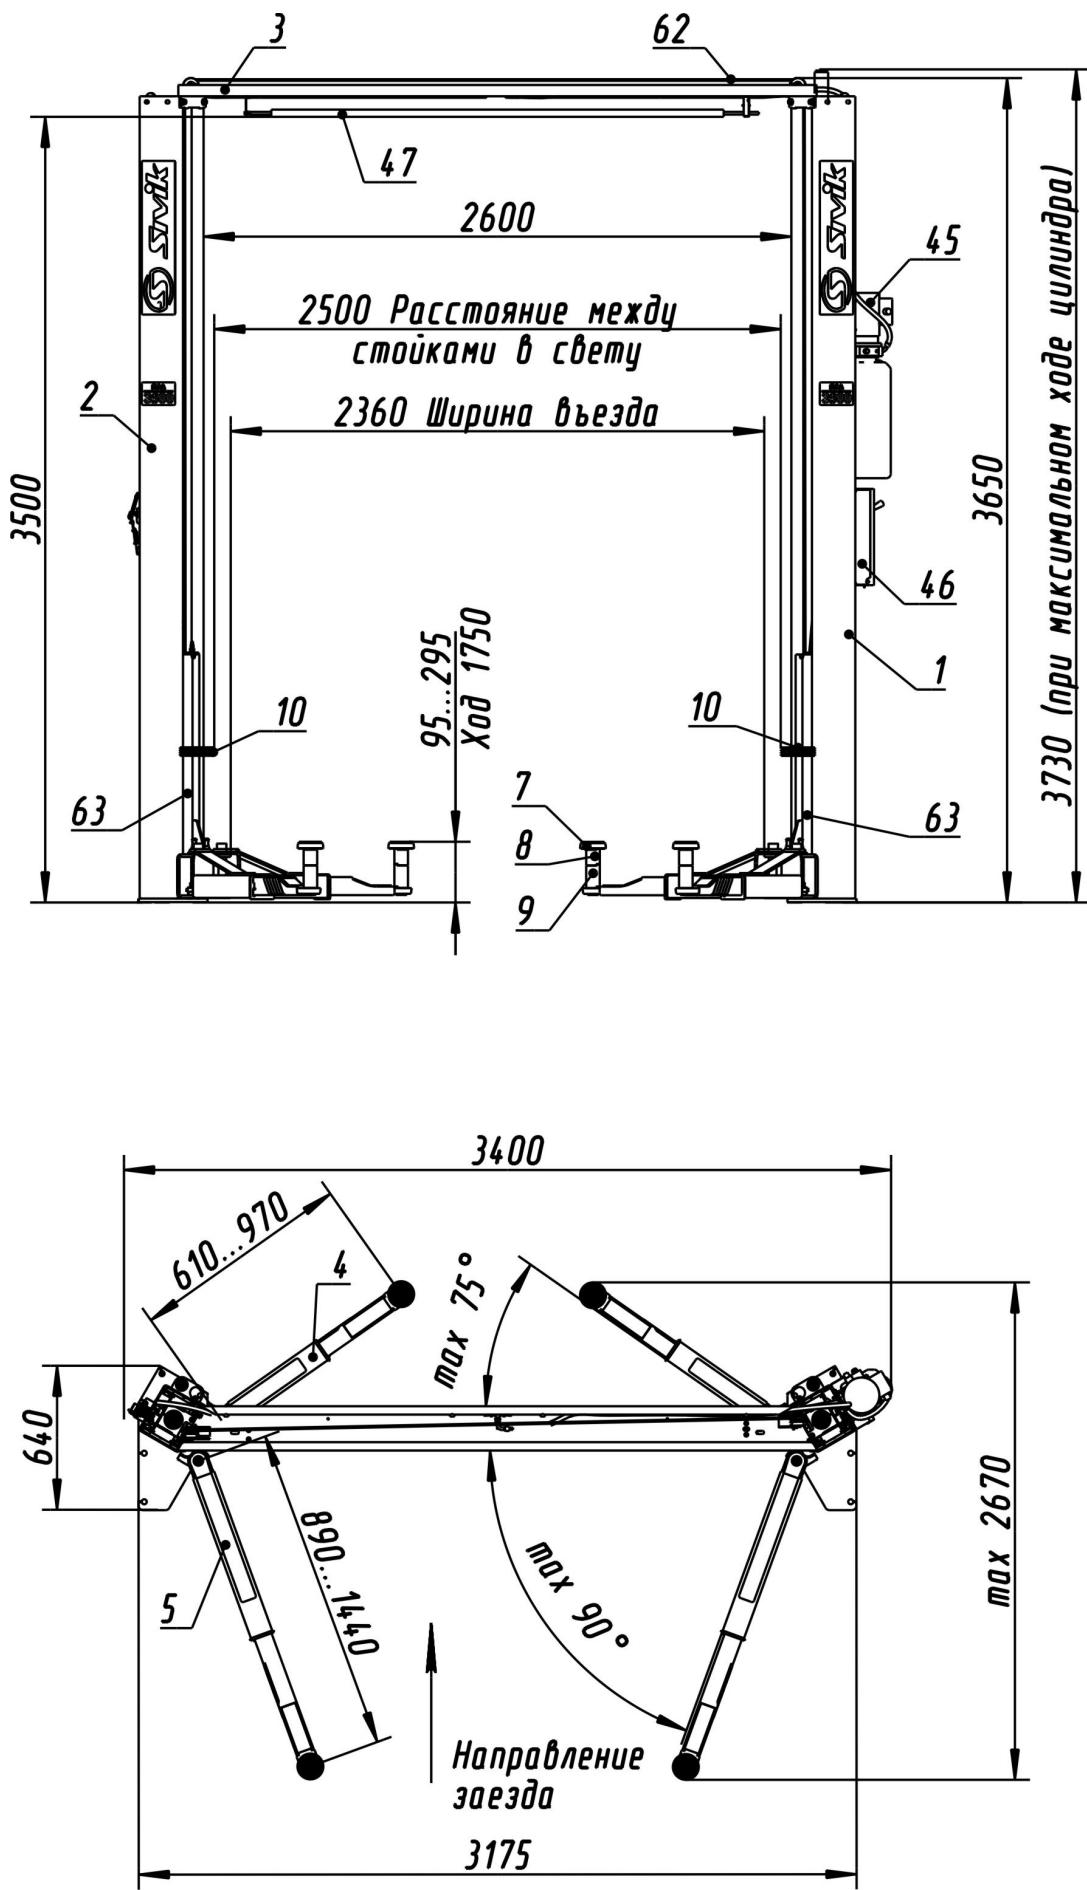
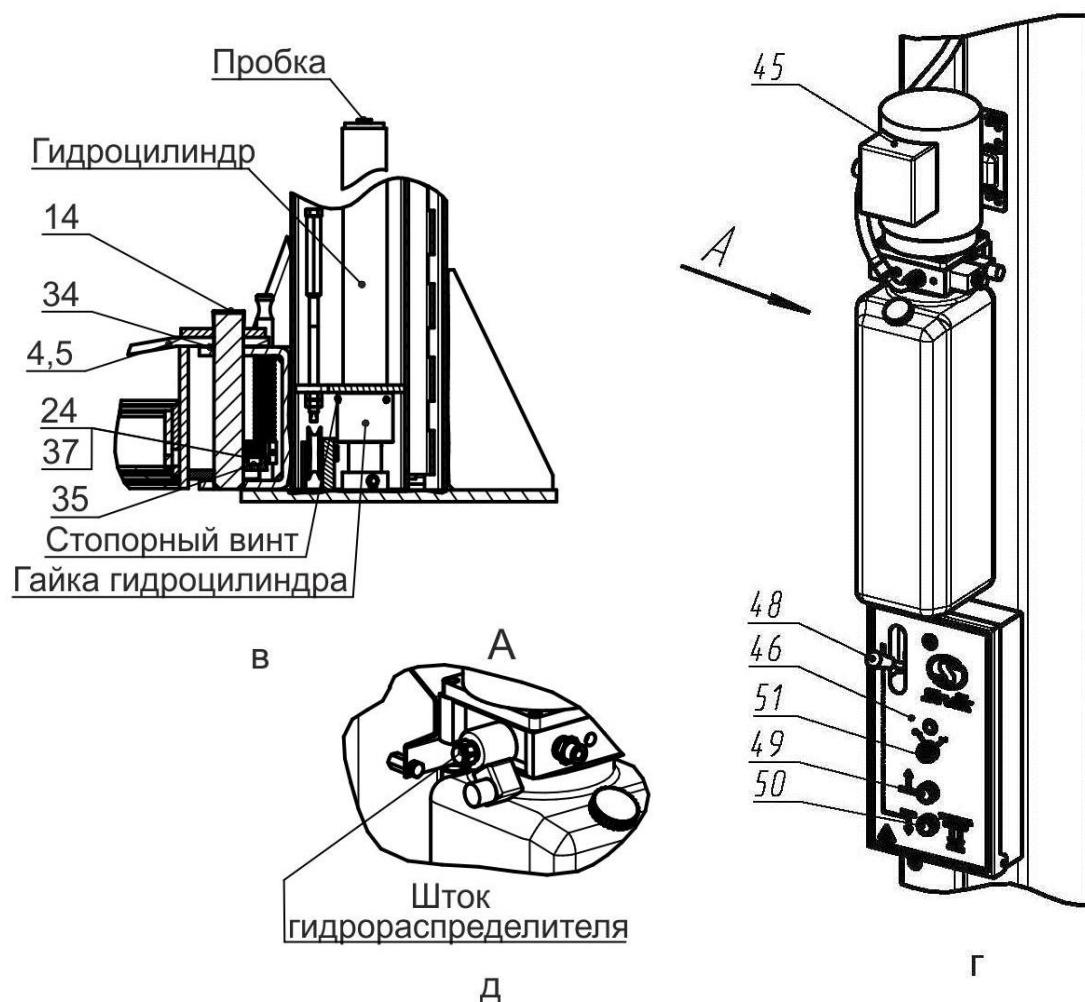
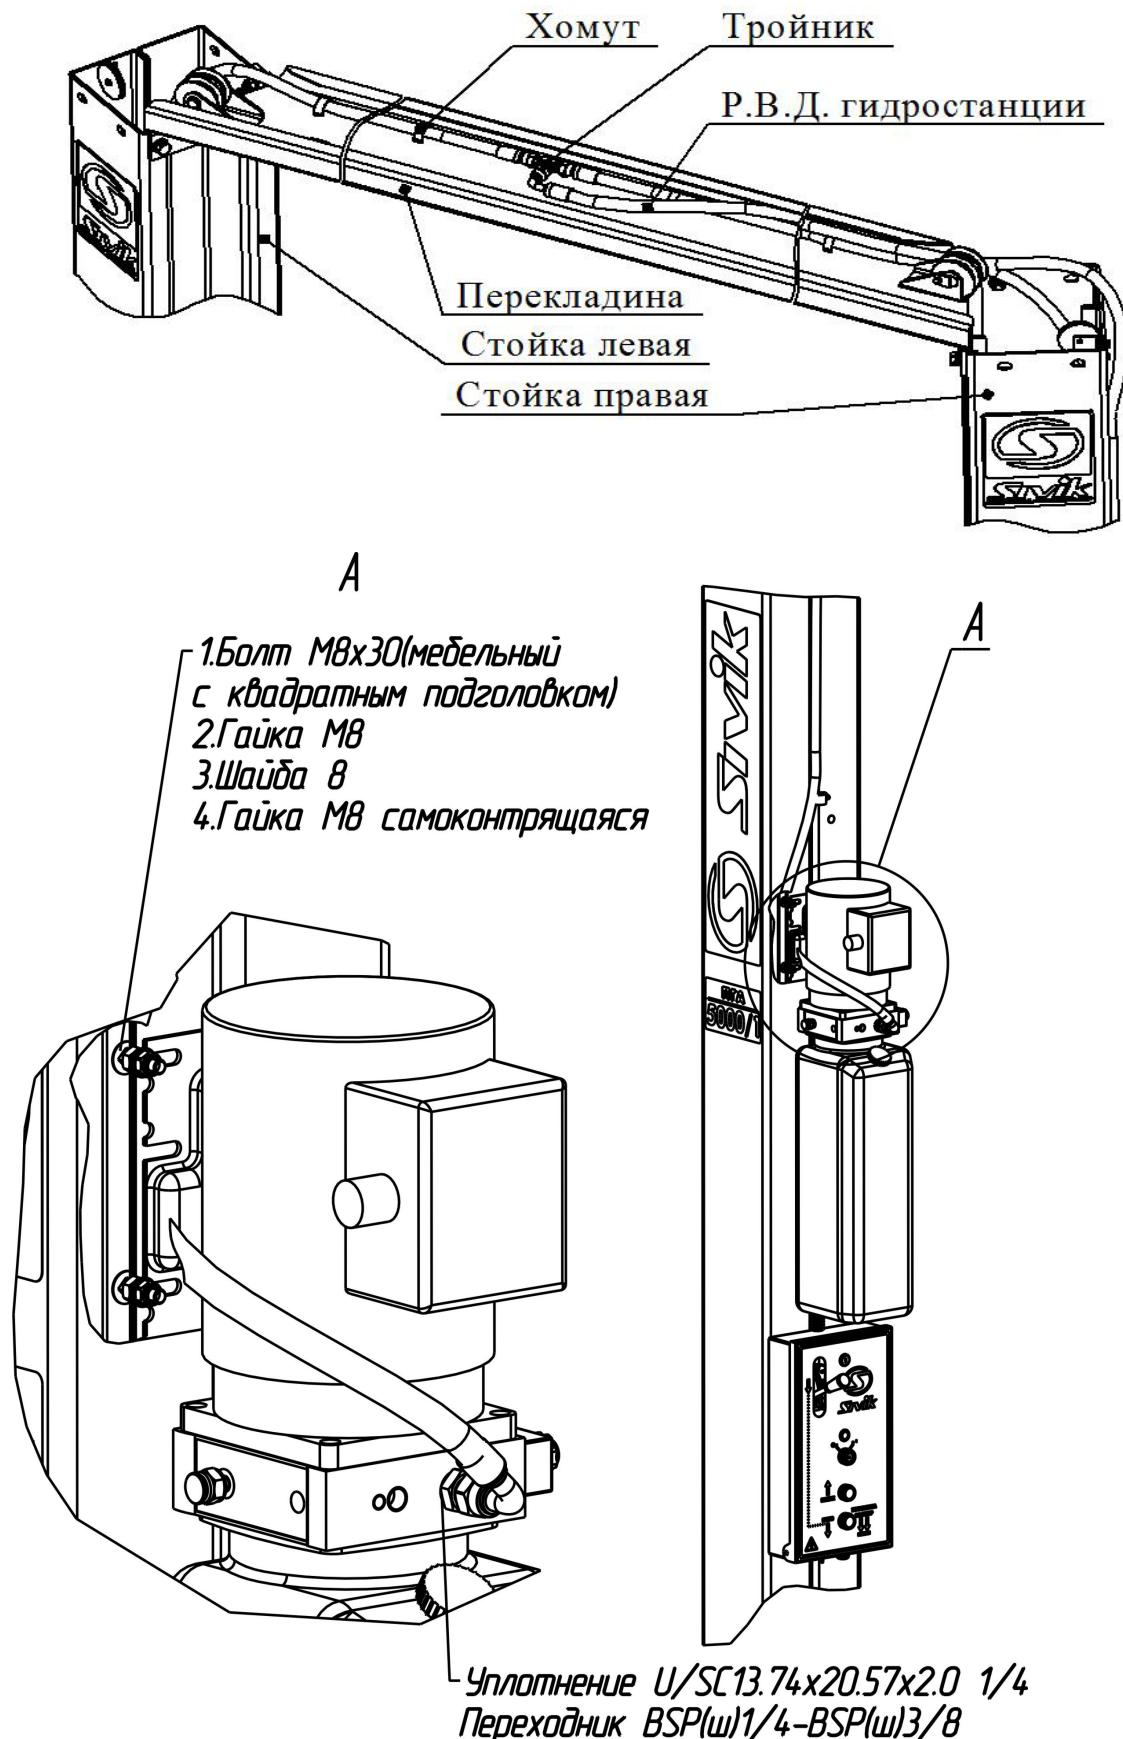

Рисунок 3.1 - Общий вид подъемника
Рисунок 4.1 – Виды подъемника
Рисунок 6.4 – Соединение рукава высокого давления и монтаж гидростанции
Подъемник (рисунок 3.1) состоит из двух стоек коробчатого сечения -правой 1 и левой 2, соединенных между собой перекладиной 3. В стойках размещены каретки 63 с закрепленными на них поворотными телескопическими подхватами 4 и 5 разной длины. На концах подхватов 4, 5 установлены опоры 7, подставки опоры 8, 9. Подхваты фиксируются стопорными устройствами 42 (рисунок 4.1 а), автоматически срабатывающими при подъеме автомобиля. При опускании кареток 63 в крайнее нижнее положение происходит автоматическое расстопорение подхватов 4 и 5. Каретки 63 приводятся в движение гидравлическими цилиндрами, установленными внутри стоек. Подъемник снабжен системой 62 тросовой синхронизации движения кареток 63.
Каждая каретка 63 (рисунок 4.1 б) снабжена полиамидными ползунами 43, скользящими по беговым дорожкам стоек 1 и 2. Каретки фиксируются на требуемой высоте стопорами-защелками 44 (рисунок 6.4), закрепленными на стойках 1,2 и входящими в зацепление с решетками на каретках 63.
На правой стойке (рисунок 4.1 г) размещена насосная станция 45 с пультом управления 46. Внутри насосной станции 45 находится клапан предохранительный, предотвращающий перегрузку в гидросистеме. Клапан предохранительный настроен на заданное давление и опломбирован.
- касании автомобилем ограничительной дуги 47 перекладины 3 (рисунок 3.1);
Для предотвращения повреждения дверей автомобиля (при открывании) на каретки 63 установлены накладки 10, фиксируемые винтами M8x30, шайбами 8Г и шайбами 8 (рисунок 3.1 и рисунок 4.1 а).
Управление подъемником осуществляется рычагом 48 (рисунок 4.1 г) и двумя кнопками 49 и 50, установленными в пульте управления 46. Рычагом 48 осуществляется расстопорение кареток 63, а кнопками 49 и 50, подъем (кнопка 49) и опускание (кнопка 50) кареток 63.
6.5 Рукава высокого давления (Р.В.Д.) соединить между собой при помощи тройника, как представлено на рисунке 6.4. При затяжки гаек не допускается скручивание рукавов. Тройник должен располагаться горизонтально так, чтобы Р.В.Д. не касались тросов системы синхронизации. Рукава высокого давления зафиксировать на перекладине хомутами. Гидростанцию закрепить на правой стойке над пультом управления с помощью 4-х болтов М8(мебельные с квадратным подголовком), гаек М8, шайб 8 и гаек М8 самоконтрящихся (рисунок 6.4).
Для того чтобы проверить срабатывание упругой тяги 55, необходимо одному человеку прижать рукой защелку 44 к стойке 2, а другому повернуть рычаг 48 (рисунок 4.1 г) на себя. Упругая тяга 55 должна вытянуться на полный ход штока.
При повороте рычага 48 (рисунок 4.1 г) защелки на левой и правой стойки должны срабатывать одновременно. При отпускании рычага 48, защелки на левой и правой стойке должны вернуться в исходное положение. Регулировка проводится выборкой слабины тросика 52 и обжатием петли от вытягивания зажимом 13.
6.9 Открутить пробку бака насосной станции 45 и залить масло (около 12 л) до верхней метки «MAX» (рисунок 4.1 г). Уровень масла контролировать визуально. Установить пробку бака на место.
- кратковременным нажатием на кнопку 49 (двигатель должен работать, вращение крыльчатки по стрелке на кожухе эл. двигателя, а из бака должно убывать масло, рисунок 4.1 г).
- отвернуть пробки у каждого гидроцилиндра на один оборот (рисунок 4.1в)